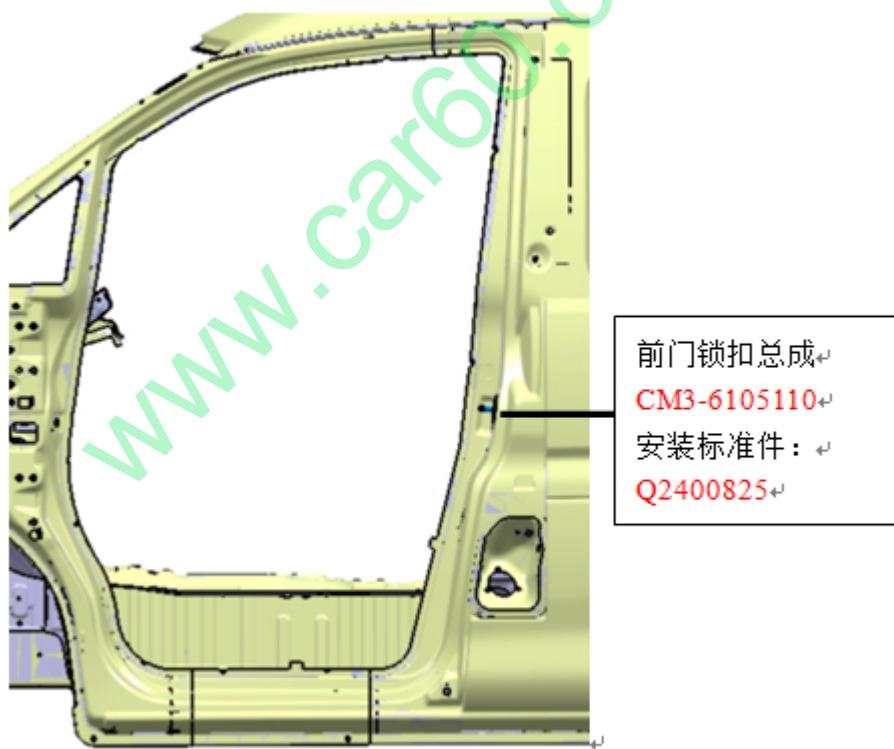

图 7
- 4)、将锁和锁扣分别装配到车身与车门总成上（见图 7）；